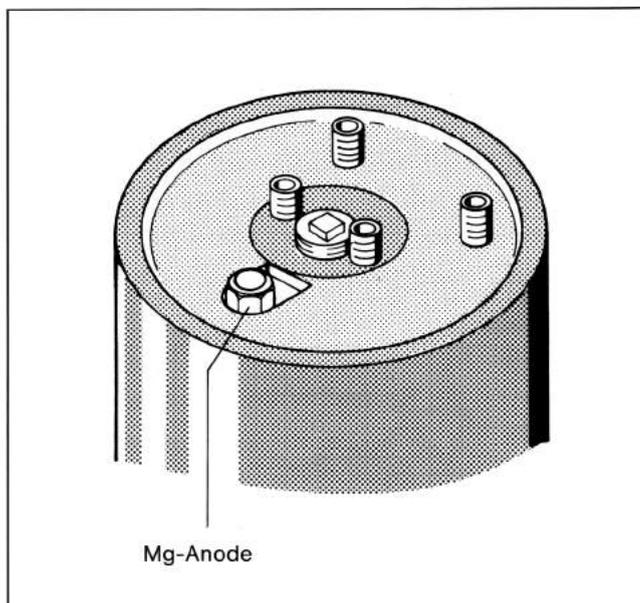

Abb. 6
- Nach Ausbau und Sichtprüfung muß die Magnesiumanode wieder eingedichtet werden (Abb. 6 u. 7).